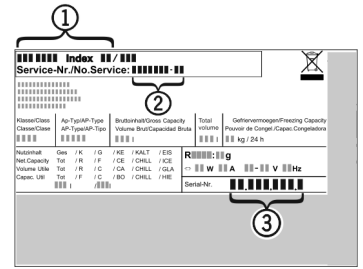

Fig. 13
- ▶ Očitajte naziv uređaja Fig. 13 (1), servisni broj Fig. 13 (2) i serijski broj Fig. 13 (3) s tipske pločice. Tipska pločica nalazi se na lijevoj unutarnjoj strani uređaja.
- ▶ Obavijestite službu za kupce i javite im kvar, naziv uređaja Fig. 13 (1), servisni broj Fig. 13 (2) i serijski broj Fig. 13 (3).